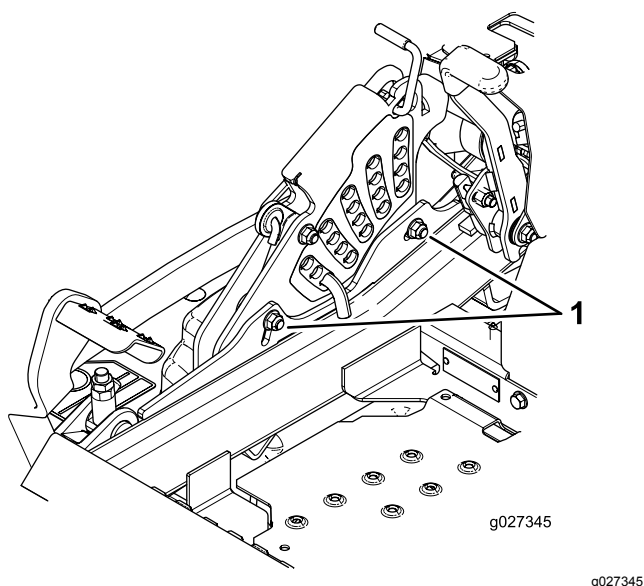

Figura 97
12. Para ajustar um sistema de ponto único, desaperte os 2 parafusos na parte inferior da placa da altura de corte (Figura 97).